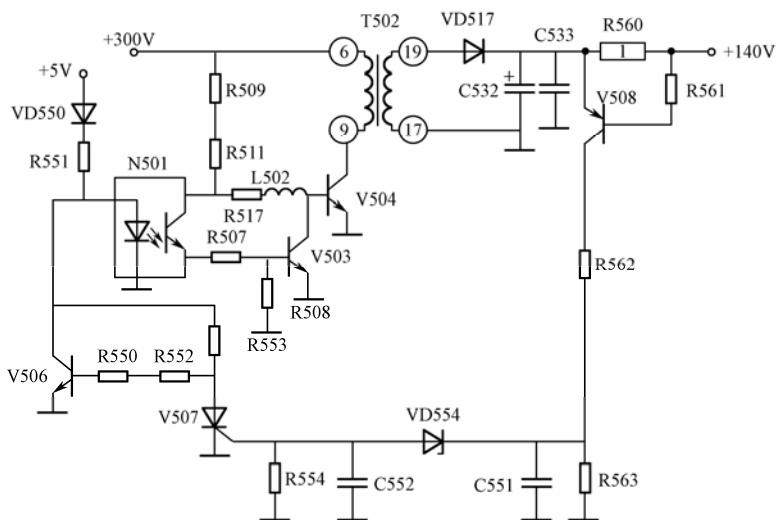

图 6-7 +B 负载过流保护
(4) 保护电路
① 输入电压过压保护 该保护电路由 VD511、VD512、R514 及 V505 组成，电源开关管 V504 饱和时，经整流滤波的+300V 左右直流电压全部加在开关变压器的初级绕组⑥—⑨上，反馈绕组③—④产生的感应电压与初级绕组两端电压成正比，当输入交流电压过压时，反馈绕组的感应电压升高，经 VD511 整流将 VD512 击穿，使 V505 导通增强，进一步分流电源开关管 V504 基极电流，减小电源开关管 V504 的导通时间，使输出电压下降，达到过压保护的目的。
② 开关管集电极尖峰电压抑制 该电路由 R510、C520 组成，在开关管截止瞬间，开关变压器初级绕组产生的上负下正的尖峰电压加至开关管的 c 极，被 R510、C520 吸收掉，保护开关管不被击穿。
③ 软启动电路 该电路由 R509、R511、R517、L502、R520、C524 组成，开机瞬间 C524 两端电压不能突变，只能缓慢上升，使开关管 V504 导通时间滞后，限制了开关管的损耗。进入正常状态后 C524 还有吸收尖峰脉冲的作用，保护开关管 b-e 结不被击穿。
④ +B 负载过流保护 该电路由 R560、V508、R562、R563、VD554、V507、V506、N501、V503 等元器件构成，如图 6-7 所示。当+B 负载电流过大时，取样电阻 R560 两端的电压升高，超过 0.7V 时三极管 V508 导通，电阻 R563 两端电压升高，达到 11.3V 时稳压二极管 VD554 击穿，使单向可控硅导通，将待机控制管 V506 的基极钳位于低电平，V506 截止，光电耦合器 N501 导通、V503 导通，对电源开关管基极电流分流使之停振，开关电源无电压输出，起到过流保护作用。